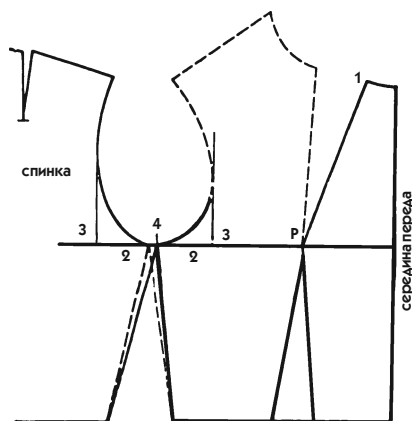

Рис. 680
1. На большой лист бумаги скопируйте отдельно спинку и перед базового лекала (рис. 680), оставив боковые поля по 45 см и внизу, начиная от линии талии, 30 см (см. законченное лекало на рис. 687).
- На передке переведите предварительно верхнюю вытачку в горловину (засечка 1 на рис. 680). Проведите пунктирную линию по верху лифа так же, как вы сделали это на пройме (см. пример).
2. **Распределение ширины проймы.** Цифры на рис. 680 показывают порядок выполнения операций. Точное распределение ширины проймы необходимо для достижения правильного расположения ластовицы между передом и спинкой.
- На каждой части лифа проведите горизонтальную линию (засечки 2 на рис. 680), ограничивающую глубину проймы.
- Полученную величину (или контрольную мерку, если она окажется больше) разделите пополам; перенесите эту половину ширины ( $12,2 : 2 = 6,1$  см) на каждую часть лифа от линии 3 (засечки 4 на рис. 680).
- Расколите листы бумаги. Переведите на отдельный лист часть лифа между точкой Р и линией плеча (пунктирная линия на рис. 680).